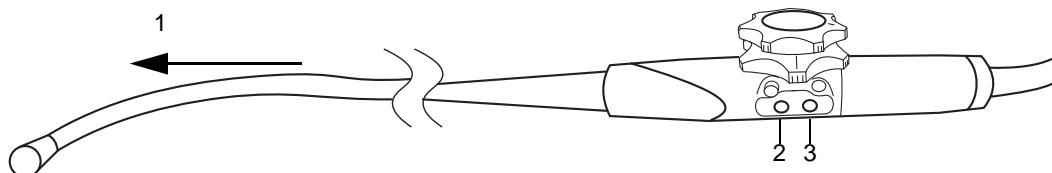

図 2-7 スキャン面回転制御ボタン
スキャン面の回転はプローブハンドル内に内蔵されているモーターによって駆動され、ハンドル上のある白色のボタンで制御します(図 2-7を参照)。
- 3 ハンドルに装備されているスキャン面回転ボタンをを押して、スキャン面を $0^\circ$  から $180^\circ$  まで回転させ、次に $180^\circ$  から $0^\circ$  まで逆方向に回転させます。2-11 ページの図 2-7 を参照してください。